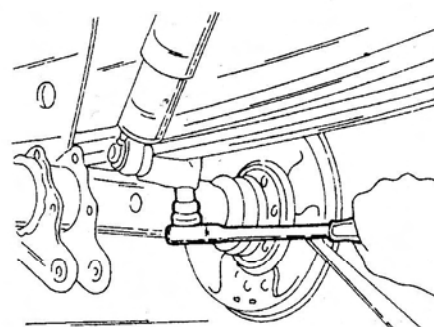

Рис. 189. Снятие или затяжка болтов стремянок рессоры.
- Навернуть гайки и равномерно и перекрестно затянуть их моментом 80 Нм (рисунок 189).